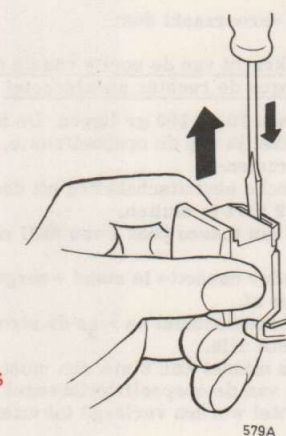

Fig. 14
- . M.b.v. een schroevendraaier kan de toets verwijderd worden (zie fig. 14).